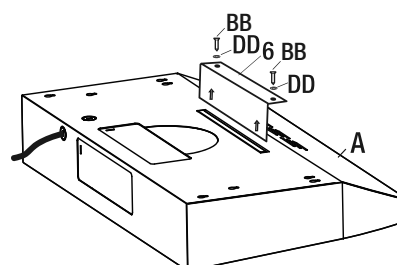

Fig. 12
- Si vous avez choisi une ventilation intérieure, dévisser les deux vis qui retiennent le couvercle (6) et enlever le couvercle comme sur la Fig.12. Ne pas enlever aucune autre pièce.